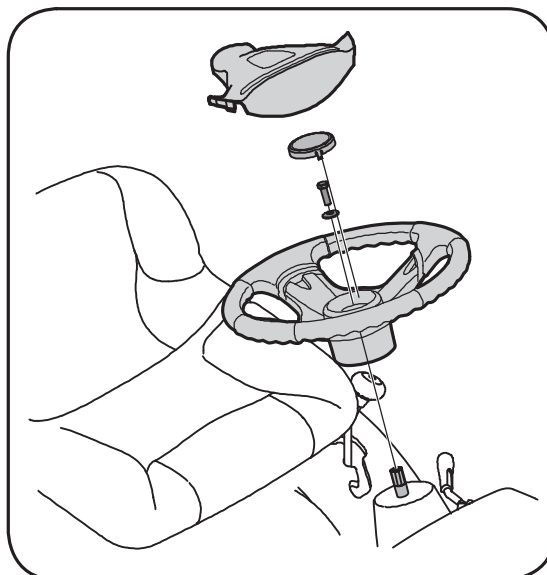

Figure 3-3
**REMARQUE :** Il existe deux modèles différents de capuchon. Voir la Figure 3-3. Les modèles de capuchon varient selon le modèle du tracteur.
2. Placez la rondelle, côté creux vers le dessous, sur l'arbre de direction. Maintenez avec un boulon de retenue hex. Voir la Figure 3-3.